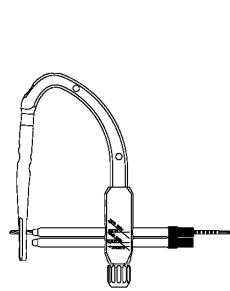

図8
- ターゲットデバイスにディスタルスクリュー用ドリルスリーブを組付けたディスタルスクリュー用スリーブを装着し、ディスタルスクリュー用ドリル（L）を通し、ネイルのディスタルスクリューホールに干渉しないで通過することをチェックします。（図8）